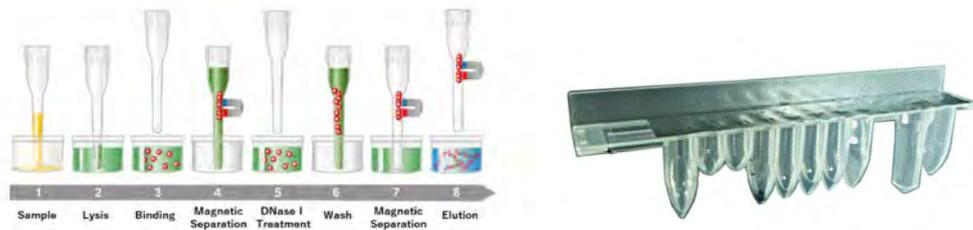

Figura 1.5: Principio de extracción de ARN y contenedor de extracción ELITE InGenius SP RNA
- El juego de reactivos está optimizado para el aislamiento de ácidos nucleicos de muestras de 0,2 mL. (Figura 1.5: ELITE InGenius – Contenedor de extracción SP RNA y principio de extracción).